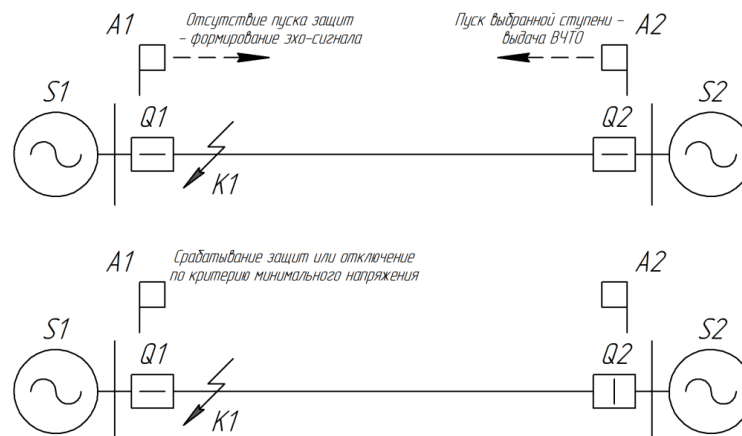

Рисунок 1.37 – Пояснение к принципу действия эхо-логики
1.13.4.14 Эхо-сигнал обеспечивает быстрое отключение линии со стороны «сильной» системы (S2), в некоторых случаях это может привести к увеличению тока со стороны «слабой» системы (S1) – обеспечится каскадное отключение линии (см. рисунок 1.37). Если же после формирования эхо-сигнала не создаются условия каскадного отключения, то предусмотрена возможность отключения слабого конца по критерию минимального напряжения.